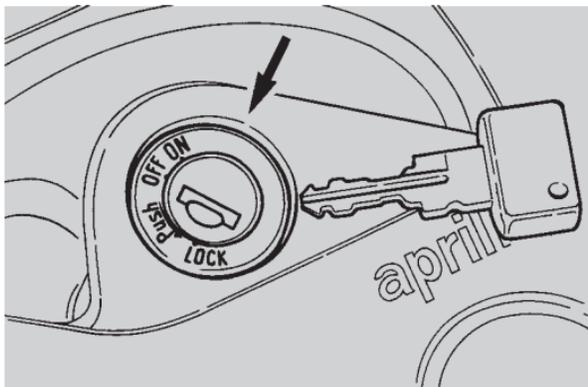

Fig. 26
- girare la chiave sulla posizione "OFF" (Fig. 26)